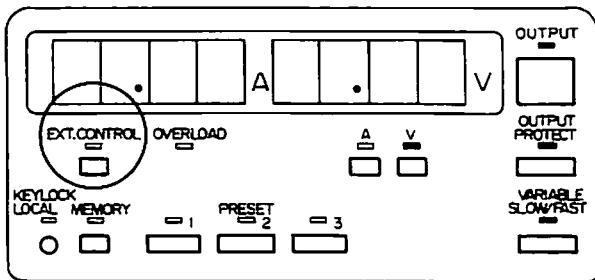

図12
- 1)図12の様に、EXT CONTROL LED⑧が、消灯状態にあることを確認してください。
- 2)EXT CONTROLキー⑧を押すと、EXT CONTROL LEDは、消灯状態より点灯状態となります。EXT CONTROL LEDが点灯状態になると、EXT CONTROL端子は開放状態より導通状態となります。